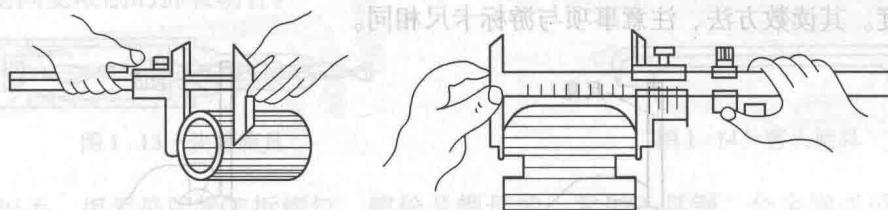

图 1-7 游标卡尺测量外径和宽度的方法
4) 测量。调整游标卡尺两测量面的距离,使之大于被测尺寸。右手握游标卡尺,移动游标,当游标卡尺的量爪测量面与工件被测量面将要接触时,慢慢移动游标,或用微调装置,直至量爪接触工件被测量面,切忌使量爪测量面与工件发生碰撞。多测几次,取它们的平均值作为测量结果。游标卡尺测量外径和宽度的方法如图 1-7 所示。